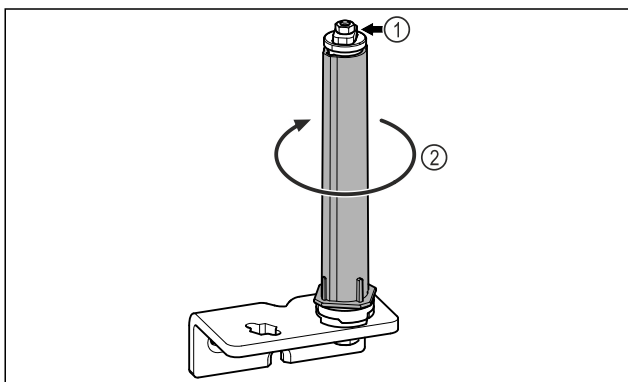

Fig. 23
- ▶ Ärge võtke ukse sulgemissüsteemi lahti Fig. 23 (1).
- ▶ Keerake sulgemissüsteemi Fig. 23 (2), kuni see klõpsub.